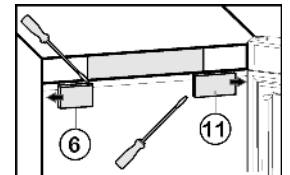

Fig. 9
- ▶ Снятие крышки со стороны ручки Fig. 9 (6): справа выведите из фиксатора при помощи плоской отвёртки и сдвиньте наружу.
- ▶ Снятие крышки со стороны шарнира Fig. 9 (11): слева выведите из фиксатора при помощи плоской отвёртки и сдвиньте наружу